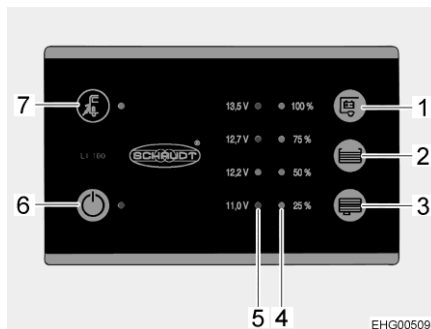

Bild 96 Panel (LT 100)
Den gula lysdioden lyser vid symbolen nätanslutning "⚡" (Bild 96,7) när fordonet är anslutet till en extern nätanslutning. Lysdioden lyser då också med avstängd panel.
Med huvudbrytaren 12 V (Bild 96,6) kopplas panelen och bodelns 12 V-försörjning till eller från.
- Tryck på knappen "⏻" (Bild 96,6): 12 V-försörjningen för bodeln är påslagen. Lysdioden lyser grönt.
- Tryck på knappen "⏻" (Bild 96,6) på nytt: 12 V-försörjningen för bodeln är avstängd. Lampan släcks.
Lysdiodskalan (Bild 96,5) visar batterispänningen för bodelsbatteriet enligt följande:
- Tryck ner knapp "E" (Bild 96,1): Bodelsbatteriets spänning visas.
Lysdiodskalan (Bild 96,4) visar fyllnivån i färskvattentanken eller avloppstanken.
Tryck ner knapp "F" (Bild 96,2): Färskvattentankens fyllnadsnivå visas med hjälp av lysdiod.
Tryck ner knapp "A" (Bild 96,3): Avloppstankens fyllnadsnivå visas med hjälp av lysdiod.